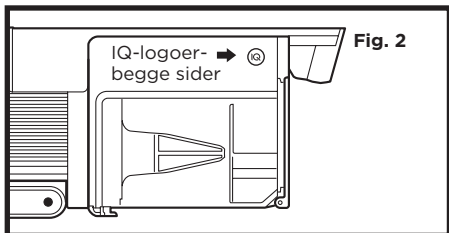

Fig. 2
2. Find sensorerne inde i håndstøvsugeren mundstykke. Sensorerne sidder på mundstykkets indvendige sider, cirka 8 cm inde i luftvejen, på linje med IQ-logoerne (fig. 2) på ydersiden.